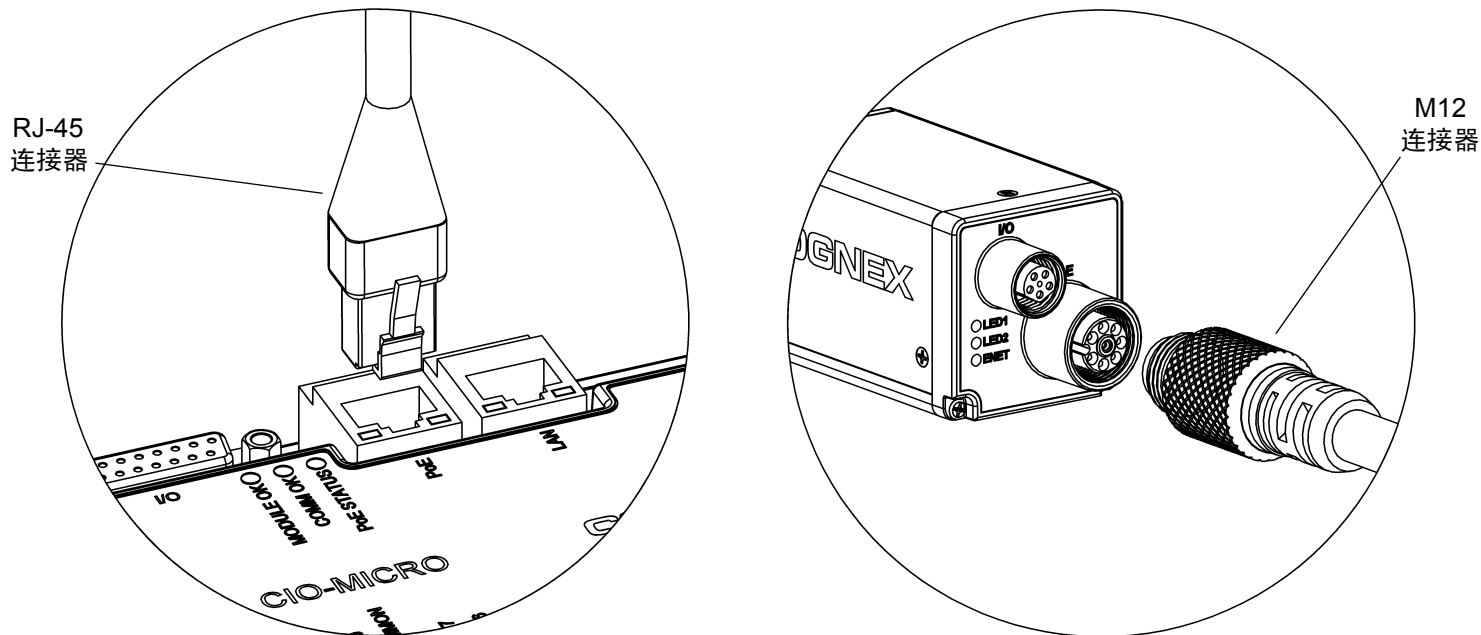
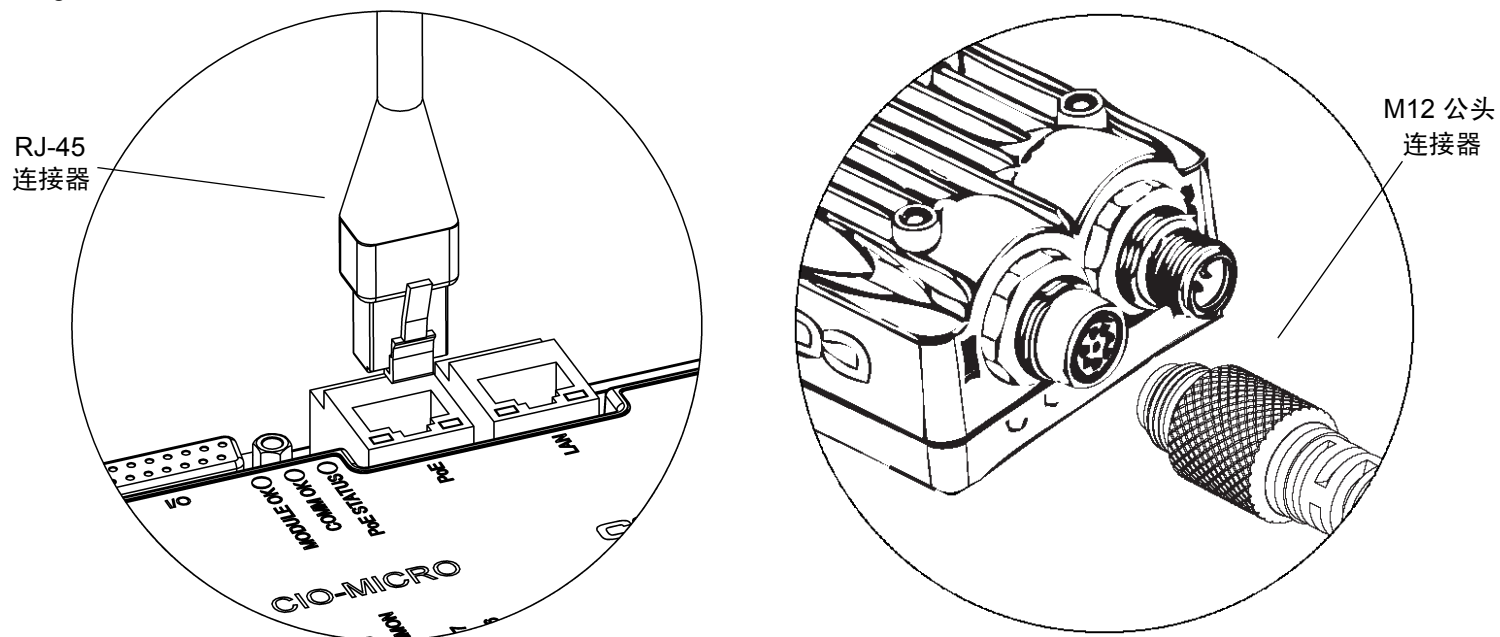

图 2-4：将以太网电缆连接到 I/O 模块和 Micro 视觉系统
图 2-6: 将以太网电缆连接到 I/O 模块和 In-Sight 5600 系列视觉系统
- a. 通过将以太网电缆的 RJ-45 连接器插入到 I/O 模块的 PoE RJ-45 端口，为 Micro 视觉系统提供以太网和电源，如图 2-4 所示，然后将以太网电缆的键控式 M12 连接器连接到 In-Sight Micro 视觉系统的 PoE 端口，如图 2-4 所示。
- a. 将以太网电缆的 RJ-45 连接器插入到 I/O 模块的 PoE RJ-45 端口 (如图 2-4 所示), 并将以太网电缆的键控式 M12 公头连接器连接到 In-Sight 5600 系列视觉系统的以太网端口 (如图 2-6 所示)。